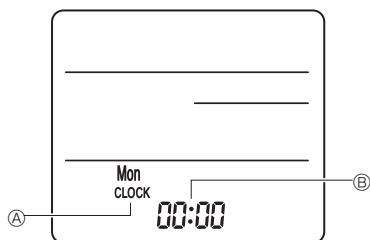

Fig. 6-8
3) Instelling (Klokinstelling) (Fig. 6-8)
- ① Plaats de batterijen of druk met een dun, puntig voorwerp op de toets Ⓐ CLOCK, [CLOCK] Ⓑ en [:] Ⓒ gaan knipperen.
- ② Druk met een dun, puntig voorwerp op de toets Ⓐ RESET Ⓓ.
③ Druk op de toets Ⓑ om de tijd in te stellen.